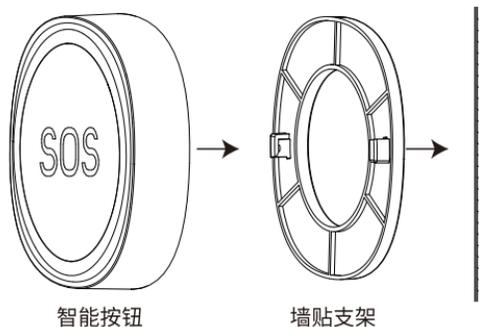

图2
- 1.选择合适的安装位置,使用3M背胶和墙贴支架安装,即粘即用(如图2)。